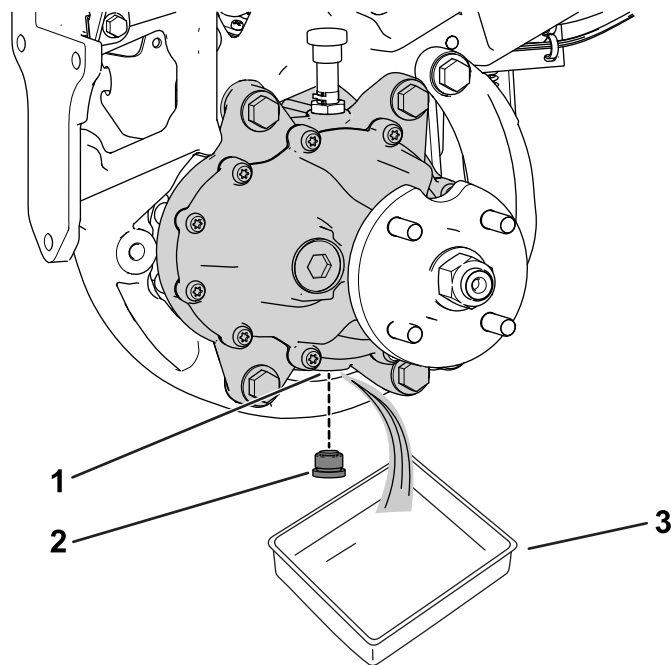

Рисунок 48
3. Подставьте сливной поддон под мотор-колесо в сборе (Рисунок 48).
4. Снимите пробку сливного отверстия (Рисунок 48).
6. Заверните пробку в сливное отверстие (Рисунок 48).